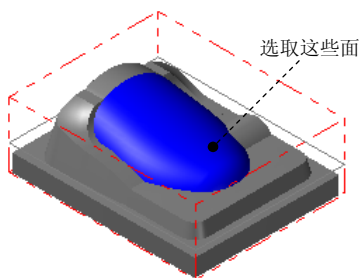

图 17.16 选取加工曲面
(1) 选取加工曲面。在图形区中选择图 17.16 所示的面（共 3 个），单击 **Enter** 键，系统弹出“刀具路径的曲面选取”对话框。